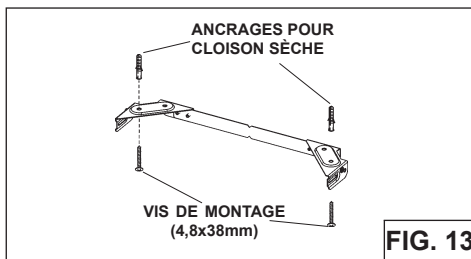

FIG. 13
3. Fixez l'ensemble du support au plafond à l'aide de 2 vis de montage de 4,8 x 38 mm et des ancrages pour cloison sèche (Fig.13). Veillez à ce que le support soit poussé à fond contre la paroi au niveau du coin et soit centré au-dessus de la hotte.